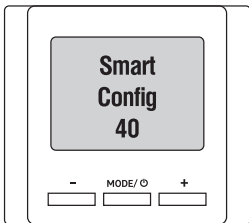

Рис. 9
5. Активировать на терморегуляторе режим Smart Config путем одновременного нажатия и удержания кнопок MODE/A и «+» на терморегуляторе в течении 3 с. На экране дисплея появится сообщение о включении этого режима и обратный отсчет времени (рис. 9).